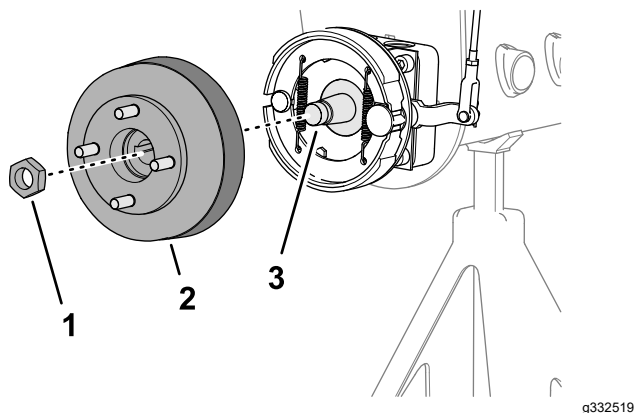
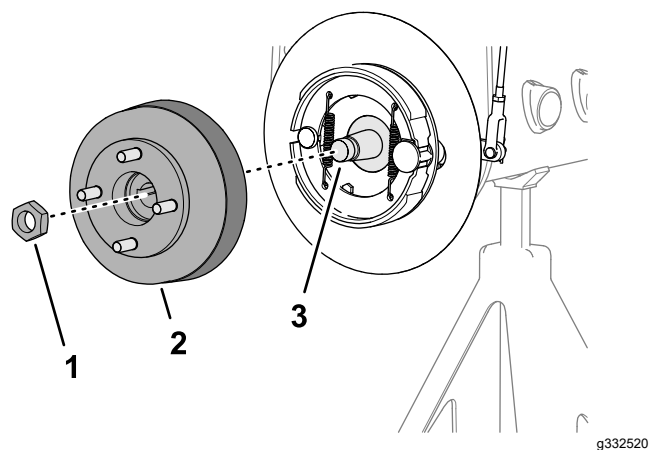

図 64
図 65
1. ハブをホイールモータのシャフトに固定しているロックナットを外す 図 64 または 図 65。
4. 所定のホイールハブ プラーを使用してホイールハブとブレーキドラムをホイールモータのシャフトから抜き取る 図 64 または 図 65。